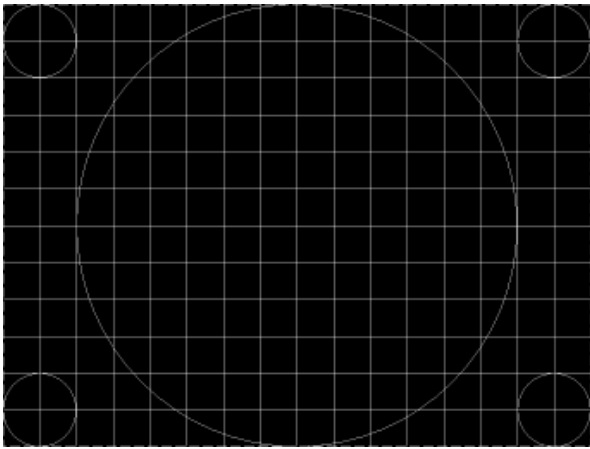

图 4.46
(1) 几何失真：包括线性失真和非线性失真两部分，如果将显示器的画面调节到满屏之后，发现画面中本应是水平或垂直的线条变弯了，说明显示器有线性失真。而大小本应该相同的表格在显示器上看起来单元格大小不一样，就说明显示器存在非线性失真，如图 4.46 所示。